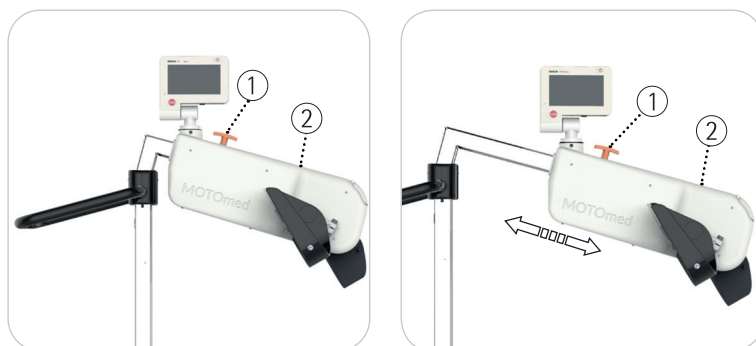

Fig. 4.20, 4.21
veja Fig. 4.20, 4.21 Antes de inserir as pernas, solte o manipulador de travamento ① e segure a unidade de treinamento ② com a segunda mão. Empurre, manualmente, a unidade de treinamento para a posição desejada, de acordo com a posição da seta. Observe que as articulações do joelho do utilizador devem sempre estar levemente dobradas durante o treinamento (com a maior distância entre o pedal e o utilizador). Trave o manipulador de travamento novamente.